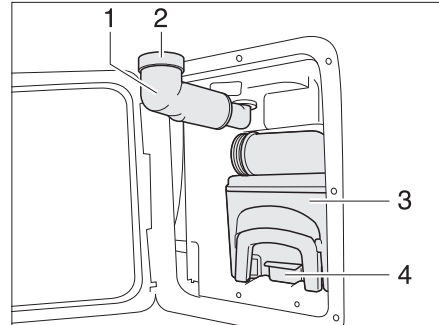

Fig. 151 Cassette Thetford
- Girar hacia fuera el tubo de llenado de agua potable (Fig. 151,1).
- Retirar la tapa roscada (Fig. 151,2).